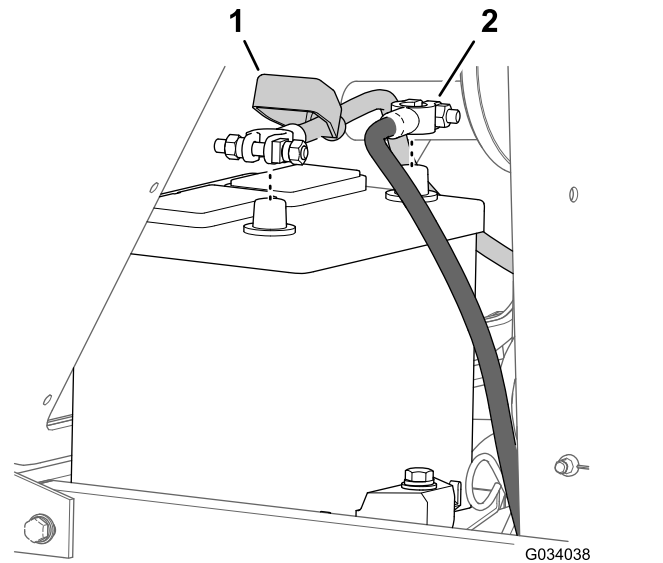

Figure 53
2. Débranchez le câble négatif (-) de la borne de la batterie (Figure 53).
3. Écartez le capuchon isolant du collier de câble de batterie (Figure 53).
4. Débranchez le câble positif (+) de la borne de la batterie (Figure 53).
7. Connectez le câble positif (+) à la borne positive de la batterie (Figure 53).
8. Connectez le câble négatif (-) à la borne négative de la batterie (Figure 53).